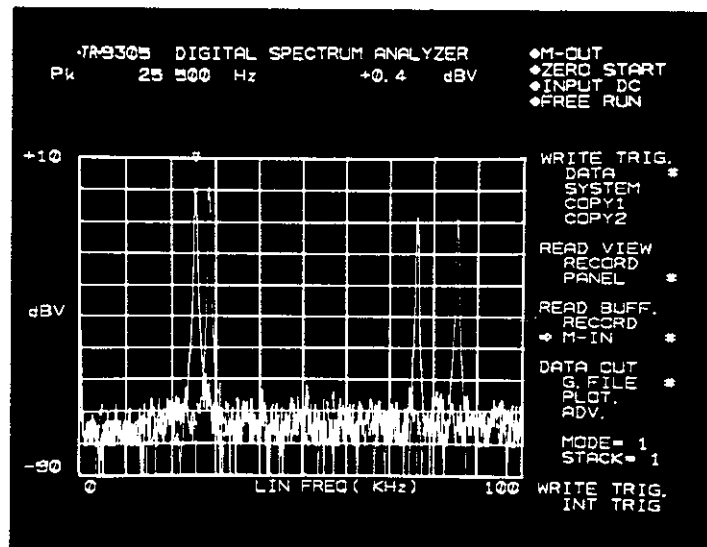
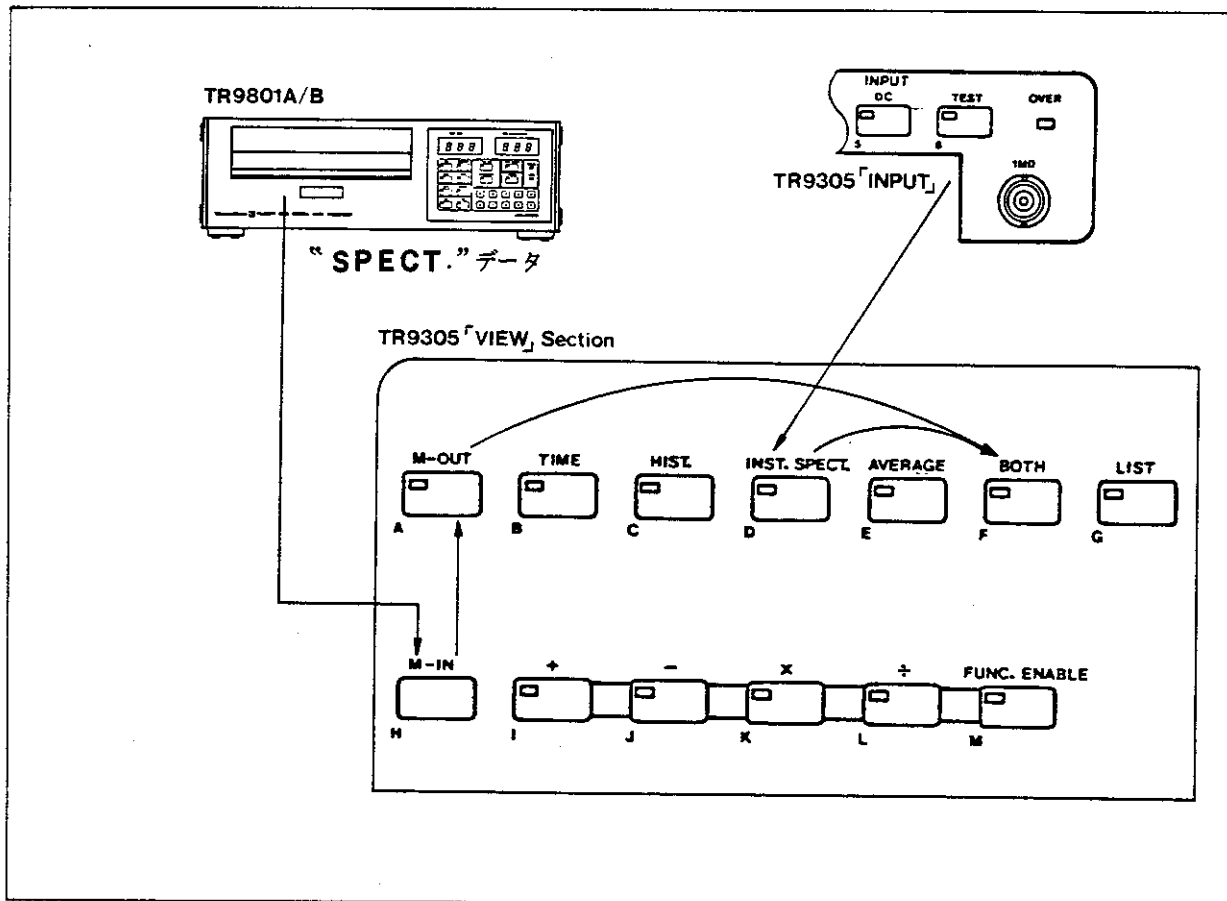

図 4-10 “READ VIEW”モードと“READ BUFF.”モードによる
図 4-11 [図 4-10] におけるデータの変換
したがって, “TIME”, “HIST.”, “INST. SPECT.”, “AVERAGE”, “LIST” の記憶エリアは, TR9801A/B から戻されたデータで破壊されることもなく, TR9305 に現在印加されている測定信号のそれぞれのデータを観測することができます。また, (2)項の “READ VIEW” モードと組合せて使うことにより, 現在 TR9305 に印加されている信号と, 過去に記憶されたデータを TR9305 の CRT ディスプレイ上で比較して観測することができます。〔図 4-10〕にその例を示します。〔図 4-10(a)〕の上段の “SPECT.” データは, 現在 TR9305 で測定中のものを示し, 下段の “SPECT.” データは, 過去に TR9801A/B によって記録されていたデータを再生したものです。右側の “メニュー” を見ますと “READ VIEW” が “PANEL” モードに設定され, “READ BUFF.” が “M-IN” モードに設定されていることがわかります。〔図 4-11〕は, これらのデータのやりとりを示したものです。そして測定条件が同じであれば, 〔図 4-10(b)〕のように現在と過去のデータを重ねて観測することができます。